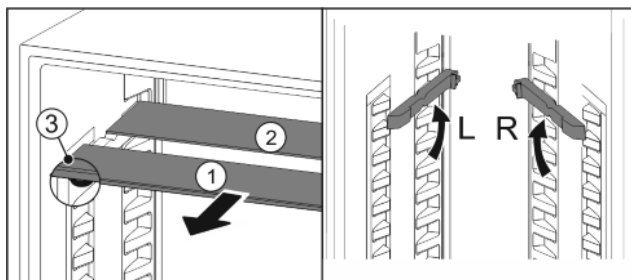

Fig. 22
- ▶ Extrageți Fig. 22 (1) pe rând plăcile de sticlă spre înainte.
- ▷ Placa de sticlă Fig. 22 (1) cu opritoarele împotriva extragerii se află în față.
- ▶ Opritoarele arată în jos Fig. 22 (3).